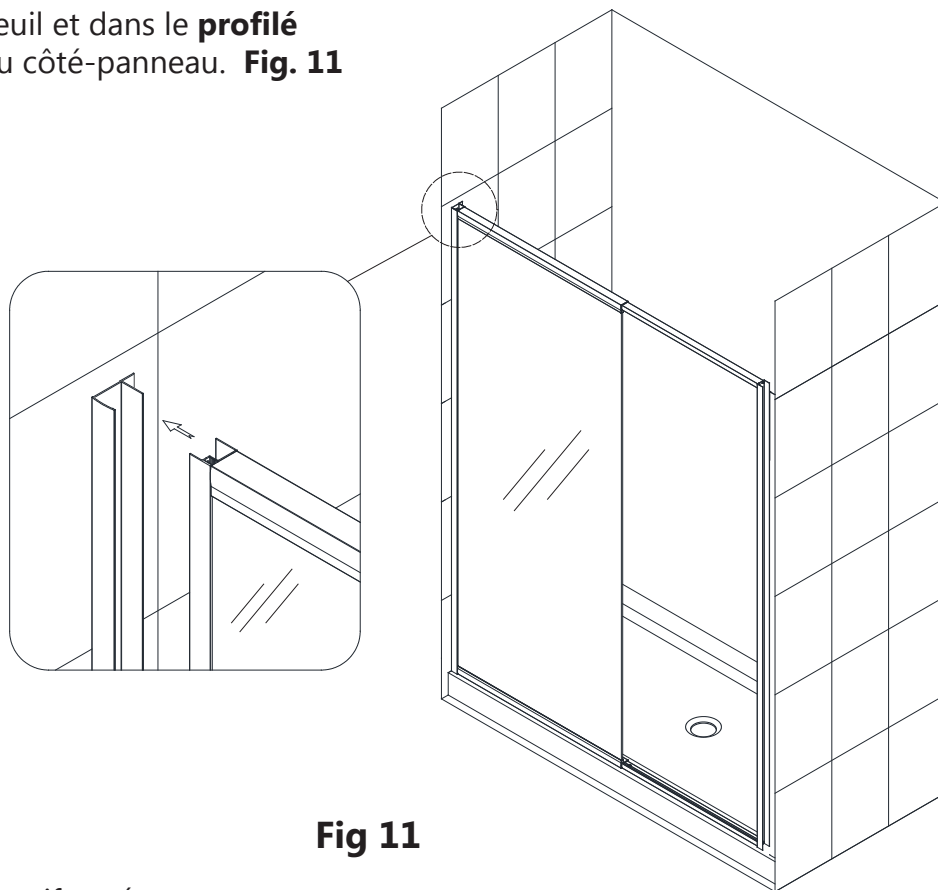

Fig 11
11. Remplacez le montage sur le seuil et dans le **profilé mural (N° 01)** en commençant du côté-panneau. **Fig. 11**